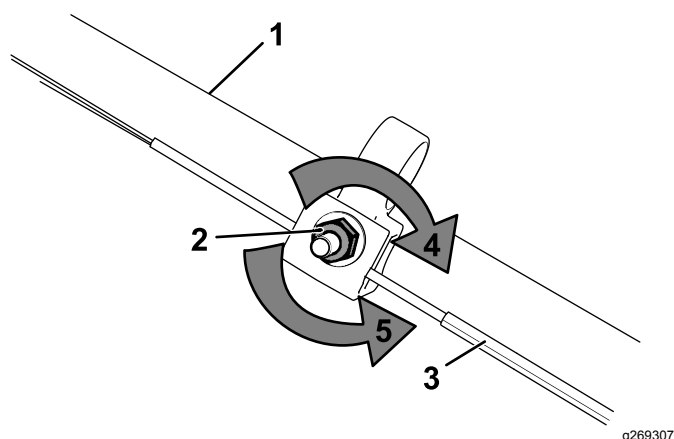

Figura 31
1. Gire la tuerca de ajuste en sentido antihorario para aflojar el ajuste del cable (Figura 31).
2. Ajuste la tensión del cable (Figura 31) tirando del mismo hacia atrás o empujándolo hacia adelante, y sujételo en esa posición.